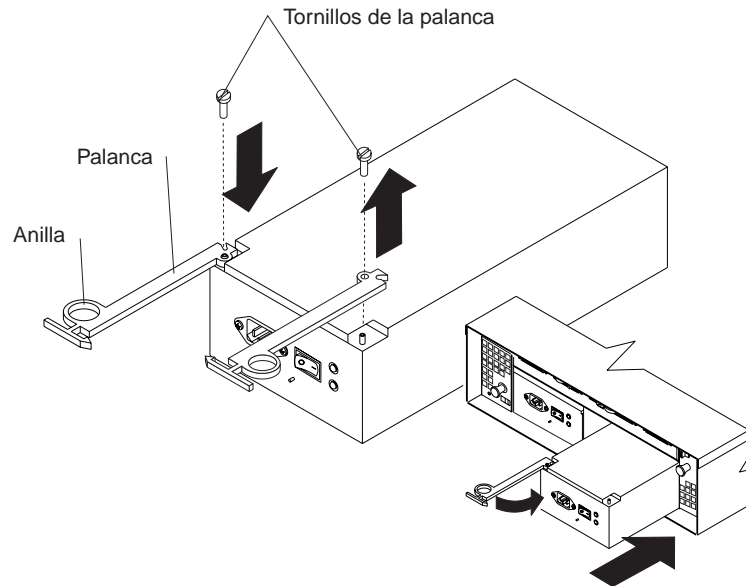

Figura 40. Cómo mover la palanca de la fuente de alimentación y sustituir la fuente de alimentación de intercambio dinámico anómala
Nota: si sustituye la fuente de alimentación anómala, asegúrese de que la palanca de la nueva fuente de alimentación está acoplada al extremo de la fuente de alimentación encarado al punto medio de la unidad de expansión. Si no es así, extraiga el tornillo de la palanca, dé la vuelta a la palanca y apriete el tornillo que se encuentra en el lado opuesto, tal como se muestra en la Figura 40 en la página 49.
- a. Deslice la fuente de alimentación en la unidad de expansión. Asegúrese de que la palanca está fuera y en línea recta mientras desliza la fuente de alimentación en la unidad de expansión (consulte la Figura 40).